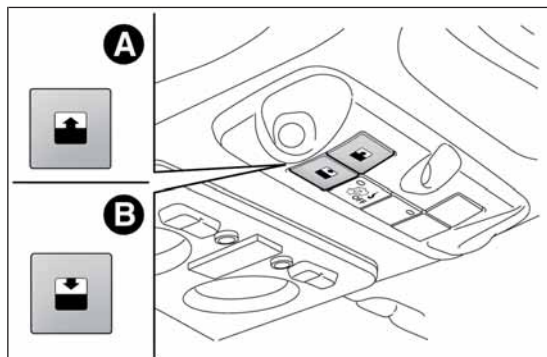

fig. 54
Il funzionamento del tetto apribile avviene solo con chiave di avviamento in posizione MAR. I comandi A e B fig. 54, ubicati sulla mostrina accanto alla plafoniera anteriore, comandano le funzioni di apertura/chiusura del tetto.
La pressione del pulsante A fig. 54 consente due modalità di apertura del pannello vetro anteriore.
La pressione del pulsante B fig. 54 consente due modalità di chiusura del pannello vetro anteriore.
- ❑ premi il pulsante B fig. 54 fino alla completa chiusura del tetto. Rilascia poi il pulsante;